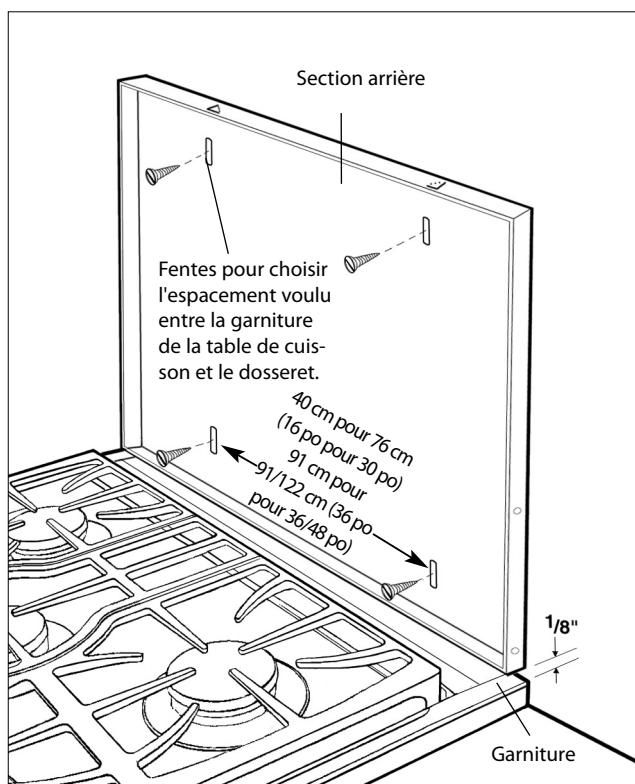

Fig.03
2. Après avoir déballé les pièces du dossieret, placez la section arrière en la centrant à 3,5 mm (1/8 po) (voir fig. 03) au-dessus de la garniture fixée à la table de cuisson.* Fixez la section arrière à l'aide des fixations appropriées (non fournies) aux ancrages ou à l'ossature de bois du mur (fig. 03).